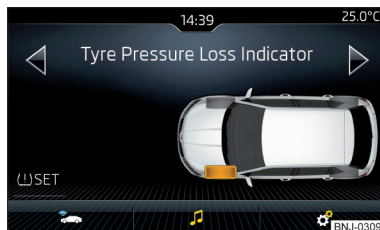

Fig. 240
- ▶ Atingeți suprafața de comandă funcției **🚗** SET » fig. 240.
Când lampa de control luminează **🚗** în panoul de bord, pe Infotainment se poate afișa anvelopa afectată » fig. 240.